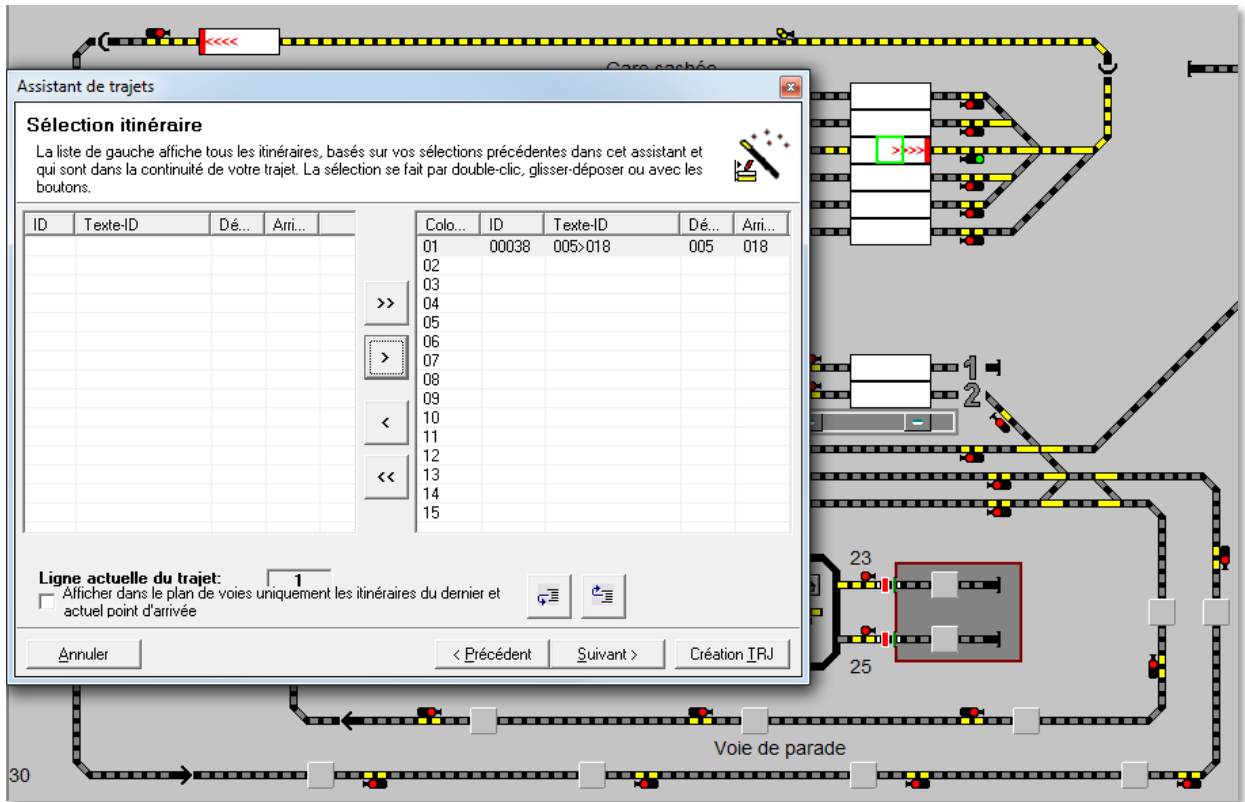

Fig. 7.5 Le premier itinéraire a été ajouté au trajet
Le trajet peut maintenant se poursuivre à partir du point d'arrivée (018) du premier itinéraire saisi. A nouveau, l'assistant de trajets vous présente une liste d'itinéraires possibles et vous pouvez transférer ceux-ci dans la liste de droite à l'aide de la touche fléchée (voir la Fig. 7.5).